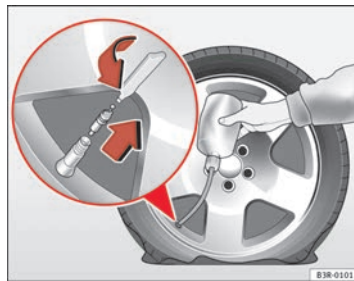

Fig. 201 Riparazione
- Svitare il cappuccio parapolvere della valvola del pneumatico e, servendosi dell'apposito estrattore, rimuovere l'elemento di tenuta della valvola ⇒ pag. 272, fig. 201.